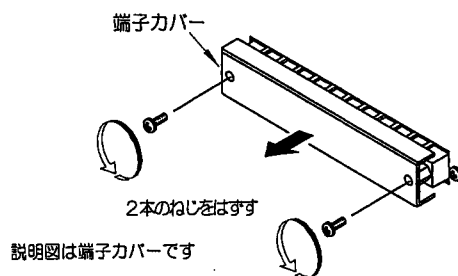

図1
- スピーカーやリモートコントロールを本機に接続される時は、端子カバー両端のねじ2本をはずし、カバーをはずしてください。各端子の接続後には、必ず端子カバーを元どおり取付けてください。(図1参照)